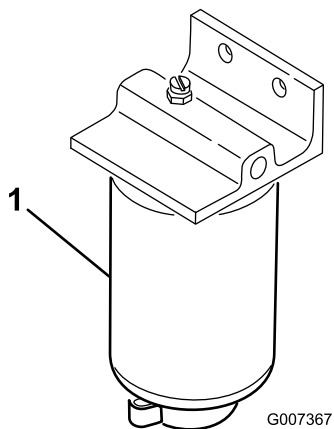

Figure 37
3. Dévissez le bouchon de vidange situé sur le filtre à carburant d'environ un tour et vidangez l'eau éventuellement accumulée (Figure 37).